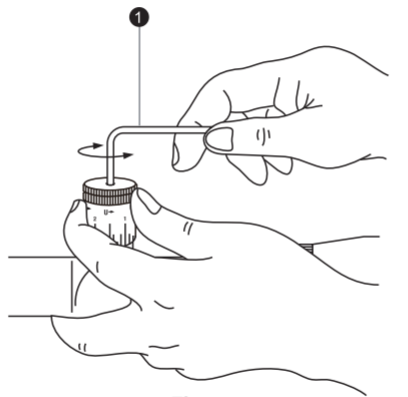

Fig. 3-3
Com o botão de ajuste preso com os dedos para evitar o deslocamento do anel de escala alinhado, gire o parafuso no topo do botão de ajuste no sentido anti-horário com a chave Allen fornecida (1) até que o parafuso saia. Remova então o botão de ajuste (Fig. 3-3).